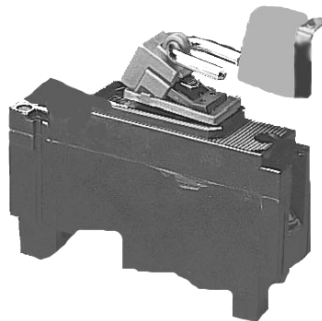

Figure 2
4. Insert a padlock through the lockout device (see *Figure 2*).
4. Insérer un cadenas dans le dispositif de verrouillage (voir la **Figure 2**).